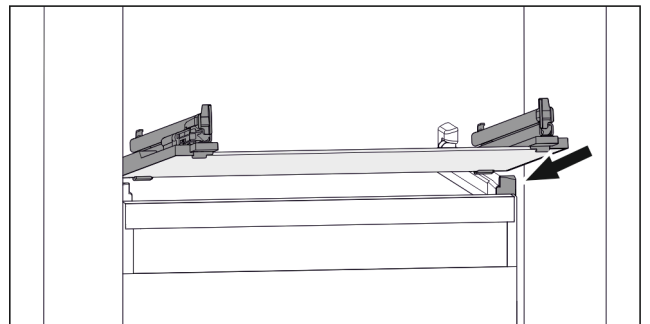

Fig. 40 Representación de la placa de vidrio a modo de ejemplo
- ▶ Coloque la placa de vidrio inclinada detrás de los topes. (consulte Fig. 40)